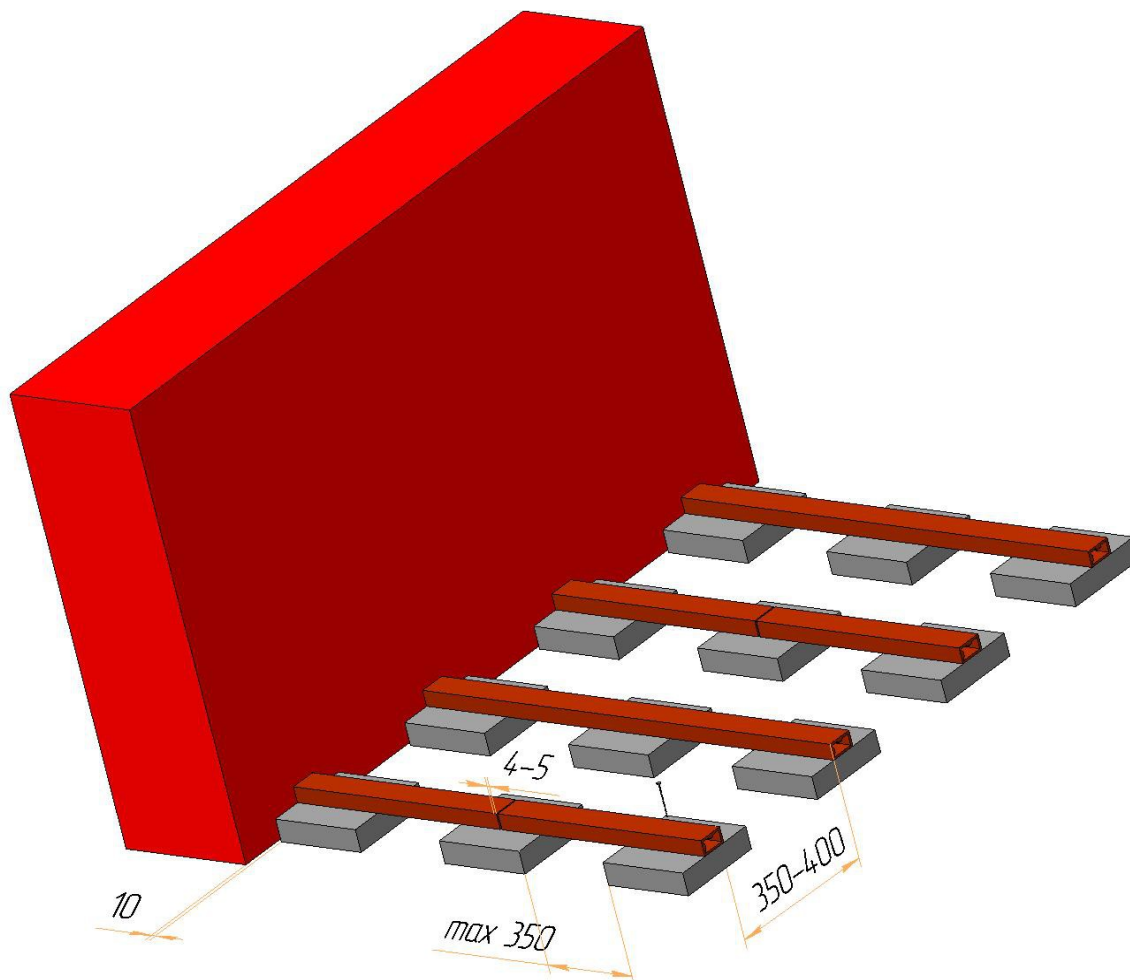

Рис. 1.
4.4. Опорные лаги должны иметь точечную опору. Их непосредственная укладка на грунт, гравийную постель, бетонное основание и т.п. *не рекомендуется*. Следует обращать внимание на наличие необходимого уклона не менее  $1-1.5^\circ$  в продольном направлении подлежащих укладке террасной доски. Рис.1